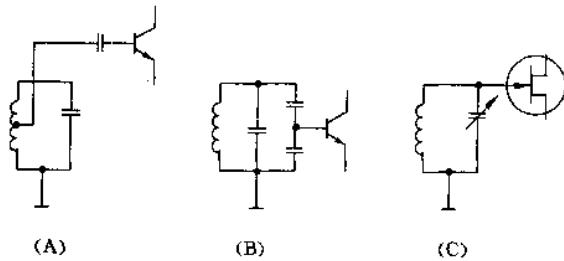

图 2-46
(1) 无绳电话机中输入电路的接入方式是由高放管决定的。用晶体管作为高放管时,由于晶体管的输入阻抗很小,一般在  $1k\Omega$  以下,为减小管子对输入回路的选择性产生严重影响,必须经电感抽头或电容分压的方式接入电路,如图 2-46(A)和(B)所示。
在场效应管作为高放管时由于场效应管的输入阻抗很高,一般为  $10^6\sim 10^8\Omega$ ,可直接与输入回路相连接,如图 2-46(C)所示。